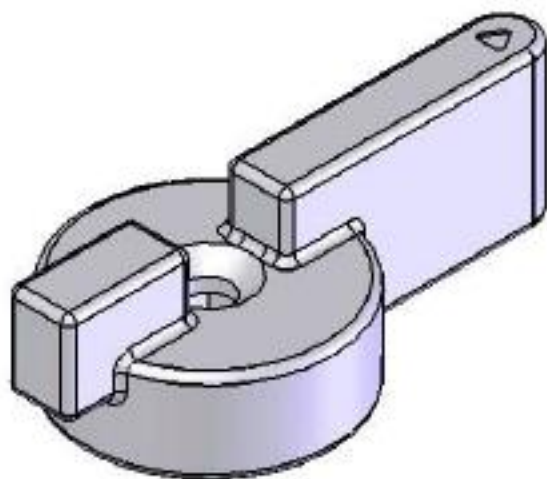
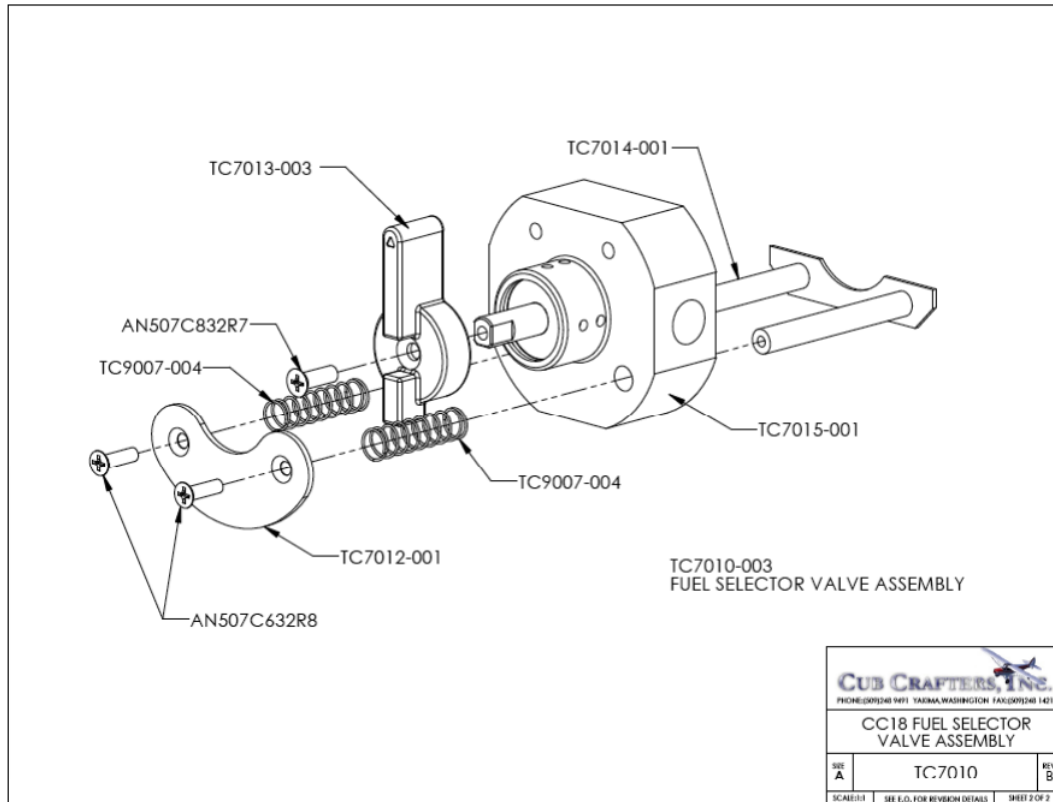

图 2 - 燃油选择器手柄 TC7013-003
图 3 – 燃油选择器手柄的安装
3. 安装新的燃油选择手柄 TC7013-003 拧到轴上。(图 2 和图 3)